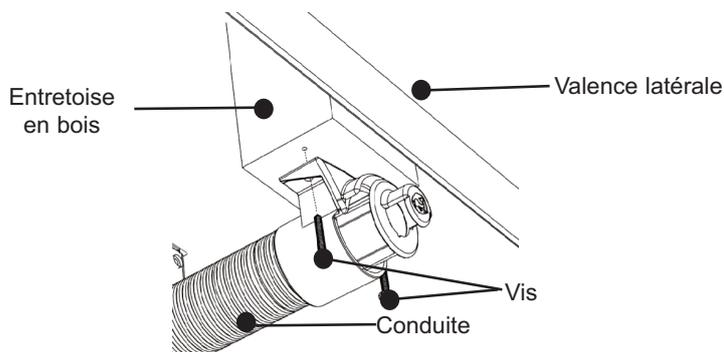

Fig. 16 Raccordement de la borne de conduite au véhicule
- iv. Enfoncez la conduite d'arrivée dans l'arrière de la borne de conduite (installée dans le plancher du véhicule). La conduite doit être enfoncée au maximum. Veuillez voir la Fig. 16. La conduite **doit être** visible dans la borne de conduite.